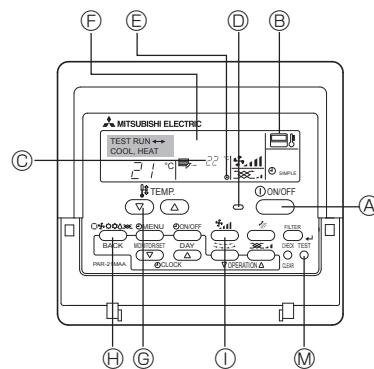

Fig. 7-1
7.2.1. Med ledningsdragen fjärrkontroll (Fig. 7-1)
- ① Sätt på strömmen åtminstone 12 timmar före testköring.
- ② Tryck på knappen [TEST] två gånger. ➔ "TEST RUN" teckenfönster
- ③ Tryck på knappen [Mode selection] (Driftväljare). ➔ Se till att luft blåses ut.
- ④ Tryck på knappen [Mode selection] (Driftväljare) och växla till kylningsläge (eller uppvärmlingsläge). ➔ Kontrollera att kall (eller varm) luft blåses ut.
- ⑤ Tryck på knappen [Fan speed] (Justering av fläkhastighet). ➔ Se till att lufthastigheten ändras.
- ⑥ Kontrollera att utomhusenhets fläkt fungerar.
- ⑦ Återställ testköringen genom att trycka på knappen [ON/OFF]. ➔ Stopp
- ⑧ Registrera ett telefonnummer.